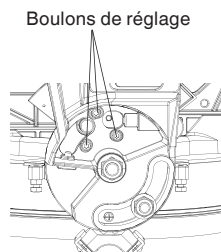

Fig. 15-c
9. Réglage de l'indicateur 90° (pour échelle de biseau) (Fig. 15-b)